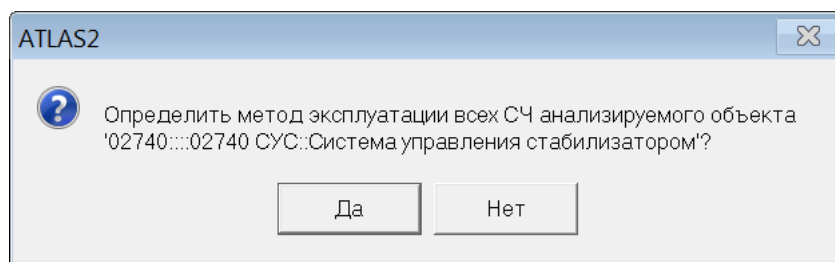

Рис. 11-148 – Диалоговое окно для подтверждения действия
- 6) В открывшемся диалоговом окне нажать «Да» для подтверждения действия (рис. 11-148).